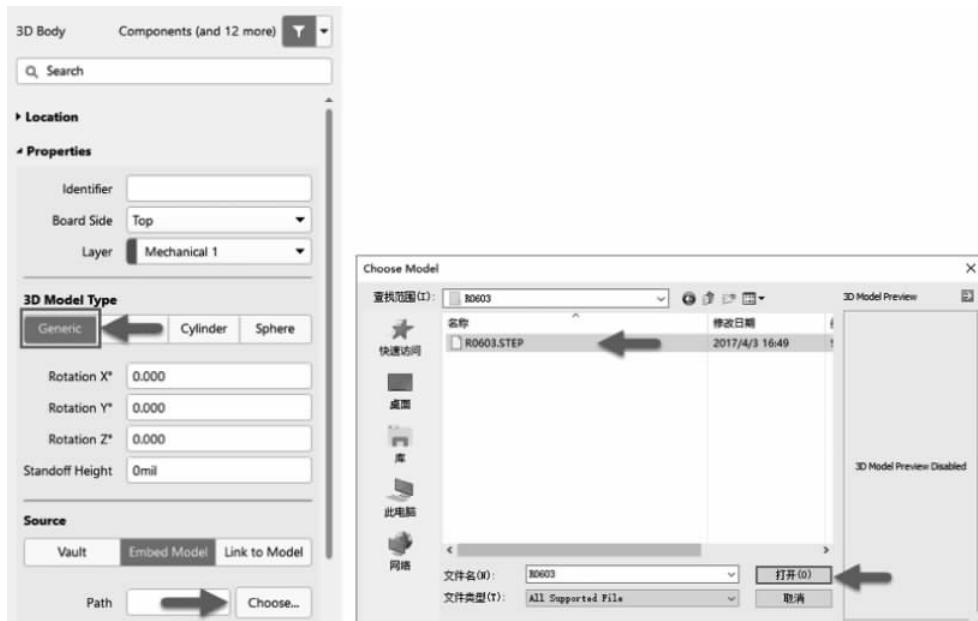

图 3-60 STEP 格式 3D 模型导入选项
- (1) 打开 PCB 元件库,找到 0603R 封装,与上文中手工绘制 3D 模型步骤一样。
- (2) 执行菜单栏中“放置”→“3D 元件体”命令,软件会跳到 Mechanical 层并出现一个十字光标,按 Tab 键,弹出如图 3-60 所示模型选择及参数设置面板。选择 Generic 类型,单击 Choose 按钮,在弹出的 Choose Model 对话框中选择 3D 模型文件,后缀为 STEP 或 STP 格式。